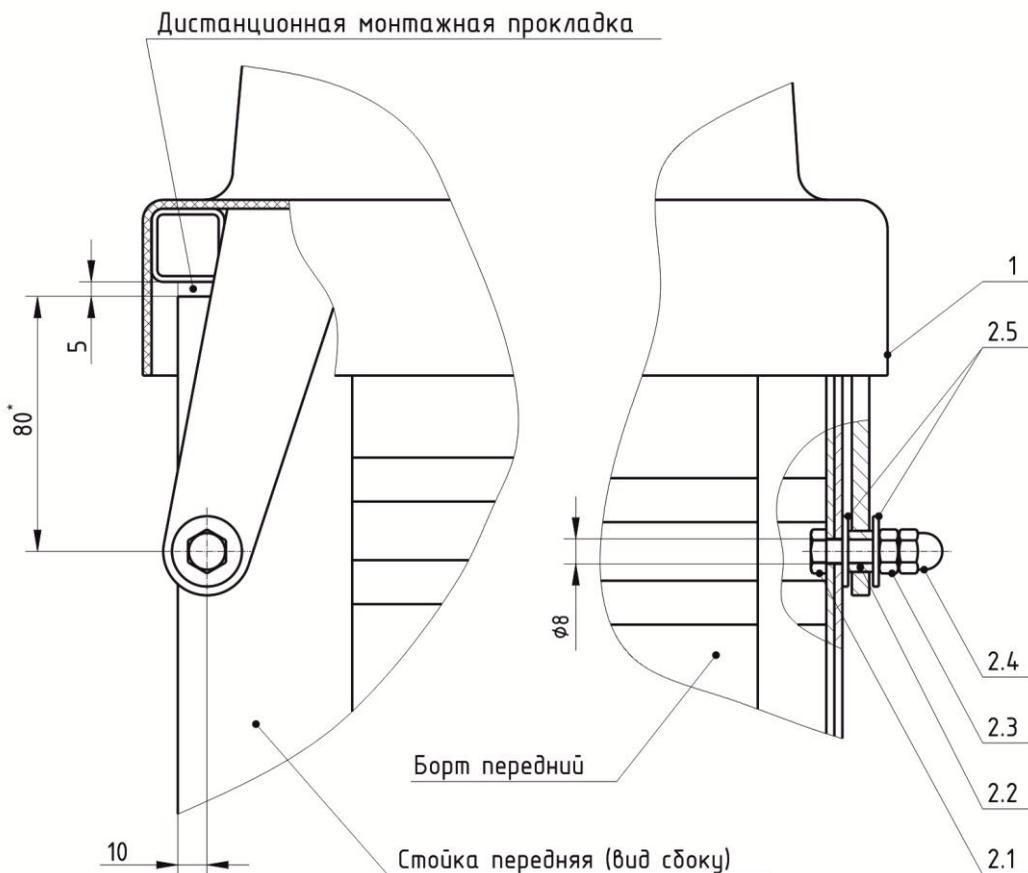

Рисунок 1.
3. Приподнять переднюю часть крышки и положить между передним бортом прицепа и передней частью рамки крышки дистанционную монтажную прокладку толщиной 5мм (рис. 1).
4. Сдвинуть крышку так, чтобы центры отверстий петель оказались в 10мм от края переднего борта, как показано на рис. 1.
5. Вставить в петли крышки втулки 2.2 и просверлить через них отверстия $\varnothing 8$ мм, в передних стойках прицепа (рис. 1).
6. Установить в соответствующем порядке втулку 2.2, шайбы 2.5, болт 2.1 и гайки 2.3 и 2.4 как показано на рис. 1.